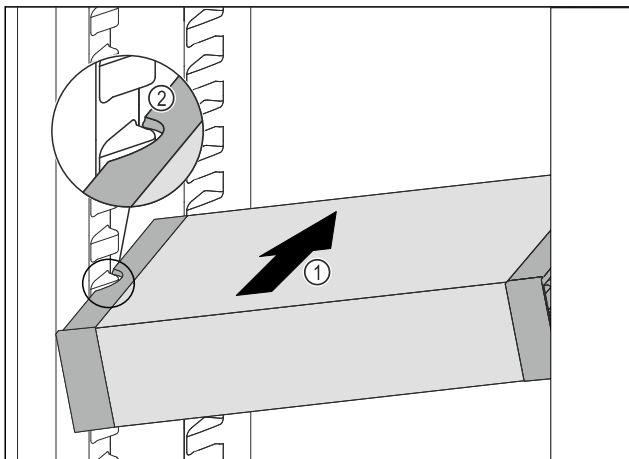

Fig. 109
- ▶ Вкарайте VarioSafe под ъгъл в хладилната част Fig. 109 (1), докато страничните прорези Fig. 109 (2) на VarioSafe се намират на височината на ребро на съда в хладилната част.